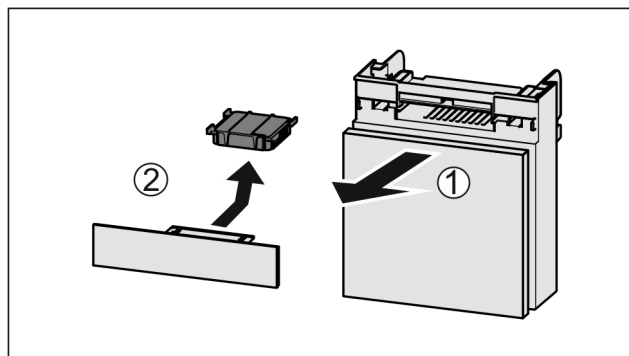

Fig. 166
- Zásuvku vytáhněte dopředu Fig. 166 (1).
- Filtr s aktivním uhlím vyjměte Fig. 166 (2).